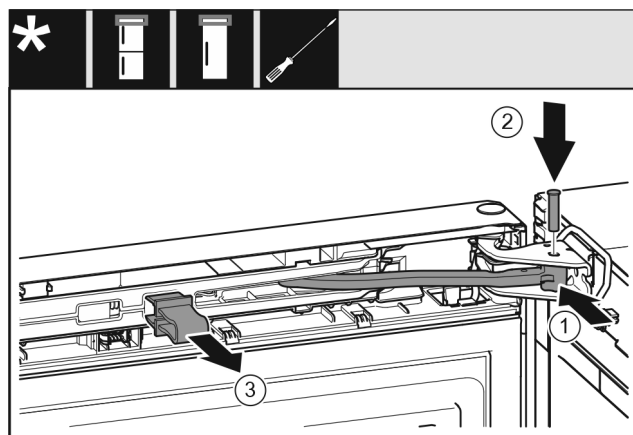

Fig. 52
- ▶ Drej leddet Fig. 52 (1) i hængslet.
- ▶ Indsæt bolten Fig. 52 (2) i hængsel og led. Sørg da for, at låseknasten sidder korrekt i noten.
- ▶ Tag sikringen Fig. 52 (3) af.